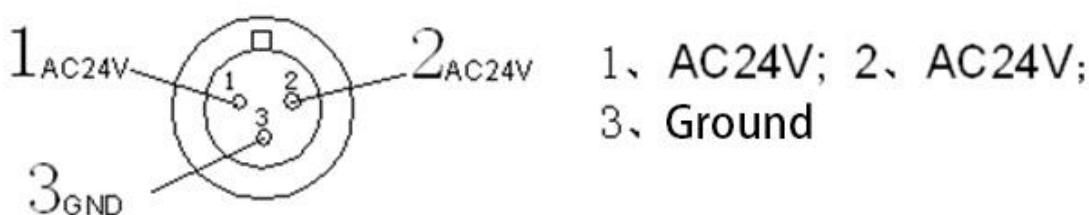

Figura 12.6.2 Definição do plugue de energia
- a) Fixe a **Placa de conexão (2)** ao **conjunto do tubo de raios X (3)** com parafusos.
- b) Fixe o **Colimador (1)** à **Placa de conexão (2)** com parafusos.
- c) Conecte a fonte de alimentação do colimador. A definição do plugue de alimentação é mostrada na **Figura 12.6.2**.